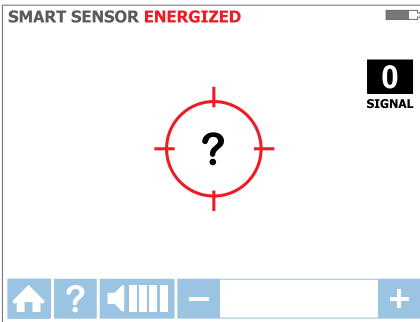

Figura 3.1c
3. Sostenga el receptor con el sensor inteligente en la parte posterior de la unidad con orientación hacia el área de destino. Si en la pantalla destella un signo "?" en un destino rojo, entonces no se detecta la señal. Mueva el sensor inteligente más cerca del área de destino hasta que se detecte la señal y vea una flecha direccional. Si no se detecta la señal, aumente la sensibilidad con el botón "+" del receptor. (Consulte la Figura 3.1c).*